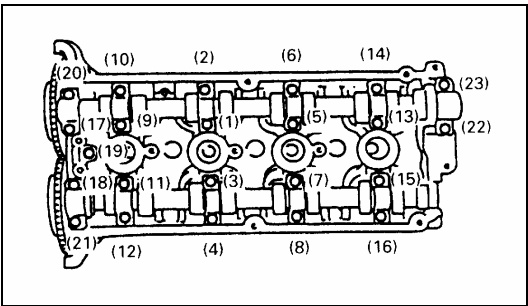

Рис. 4-91.
- (1). Почистить втулку подшипника распределительного вала и шейку вала.
- (2). Вынуть толкатели клапанов вместе с прокладками регулировки клапанного зазора.
- (3). Установить распределительный вал в головку блока цилиндров.
- (4). Установить на шейку распределительного вала пластмассовый шаблон, ширина которого соответствует диаметру шейки вала, расположив его по направлению вдоль продольной оси распределительного вала.
- (5). Установить крышку подшипника распределительного вала.
- (6). Соответственно последовательности, показанной на Рис. 4-91, поочередно постепенно